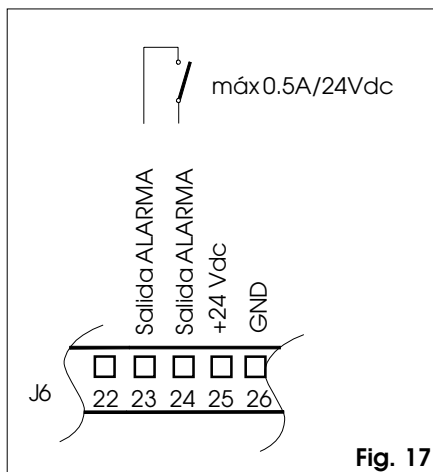

Fig. 17
**7 Regleta de bornes J6 Salidas a relé y funciones especiales (fig.17,18,19)**